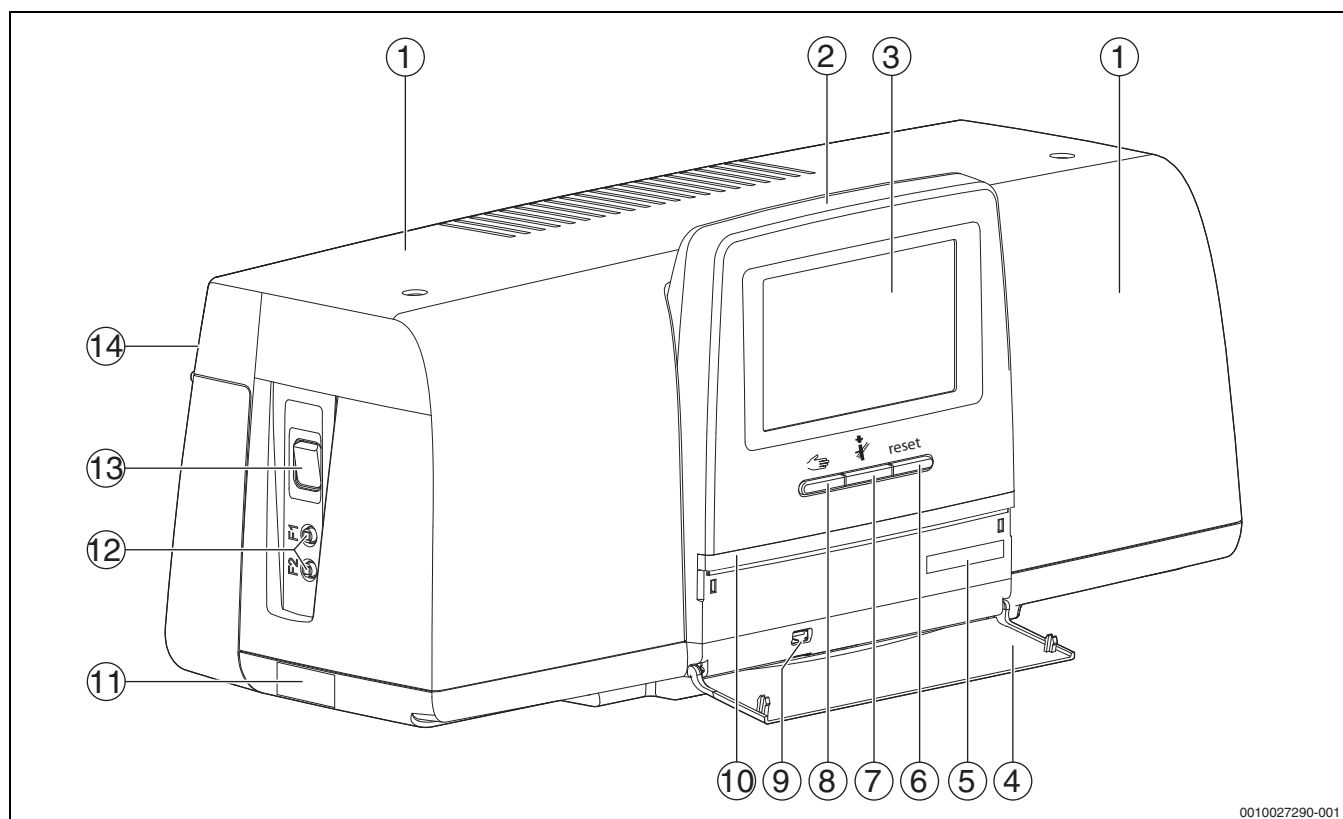

Fig. 7 Privire de ansamblu asupra automatizării și asupra elementelor de comandă
Starea instalației, a funcțiilor, și a componentelor instalației este indicată prin intermediul afișajului de stare (→ Fig. 13, [2], [6], pagina 14) și a indicatorului de stare LED (→ Fig. 7, [10], pagina 10):
- ▶ Porniți automatizarea prin intermediul întrerupătorului de pornire/oprire (→ Fig. 7, [13], pagina 10). După inițializarea automatizării sau când afișajul nu este acționat un anumit timp, apare afișajul standard.